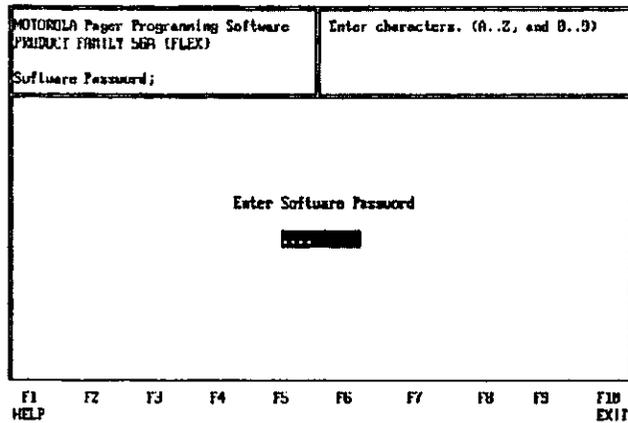

Figura 2.8.2 Pantalla de contraseña del radiolocalizador Advisor Elite
- Ingresar la contraseña si se solicita. Esta pantalla del programa se muestra en la figura 2.8.2. Si en el procedimiento de leer los datos del radiolocalizador se ingresa de manera incorrecta la contraseña, en más de ocho ocasiones, el radiolocalizador se desactivará. Al desactivarse el radiolocalizador, éste mostrará un indicador en la pantalla de "receptor desactivado" y en el equipo no se podrá seleccionar ninguna opción; en otras palabras, el radiolocalizador queda inservible.